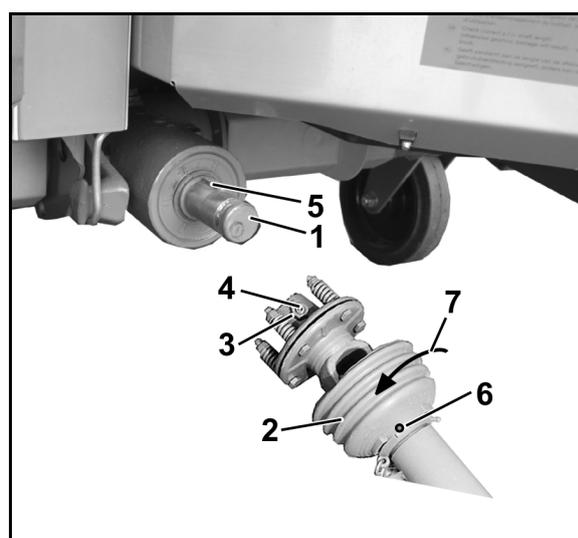

図 25
2. ギアボックス入力軸 (図 25/1) を清掃します。
4. ロックねじ (図 25/6) を回して外します。
5. 保護カバー (図 25/2) を取り付け位置 (図 25/7) へ回転させます。
7. 摩擦継ぎ手の接続ヨークにあるロックナット (図 25/3) を (グラブねじがロックナットから外側に突き出ないようになるまで) 手で緩め、六角穴付きのグラブねじ (図 25/4) を回して緩め、接続ヨークをギアシャフトにかぶせることができるかどうか確認します。
キー (図 25/5) が完全に覆われているか確認してください。
9. プロペラシャフトが軸方向にずれないように固定します。このためにグラブねじを六角レンチでしっかり締め付け、ナット (図 25/3) でロックします。
2. 接続ヨークのロックナット (図 25/3) を摩擦継ぎ手から外します。グラブねじ (図 25/4) を回して外してください。